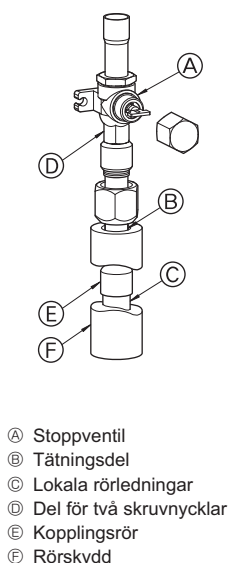

Fig. 4-3
- Följ proceduren nedan när rör ansluts på gassidan. (Fig. 4-3)